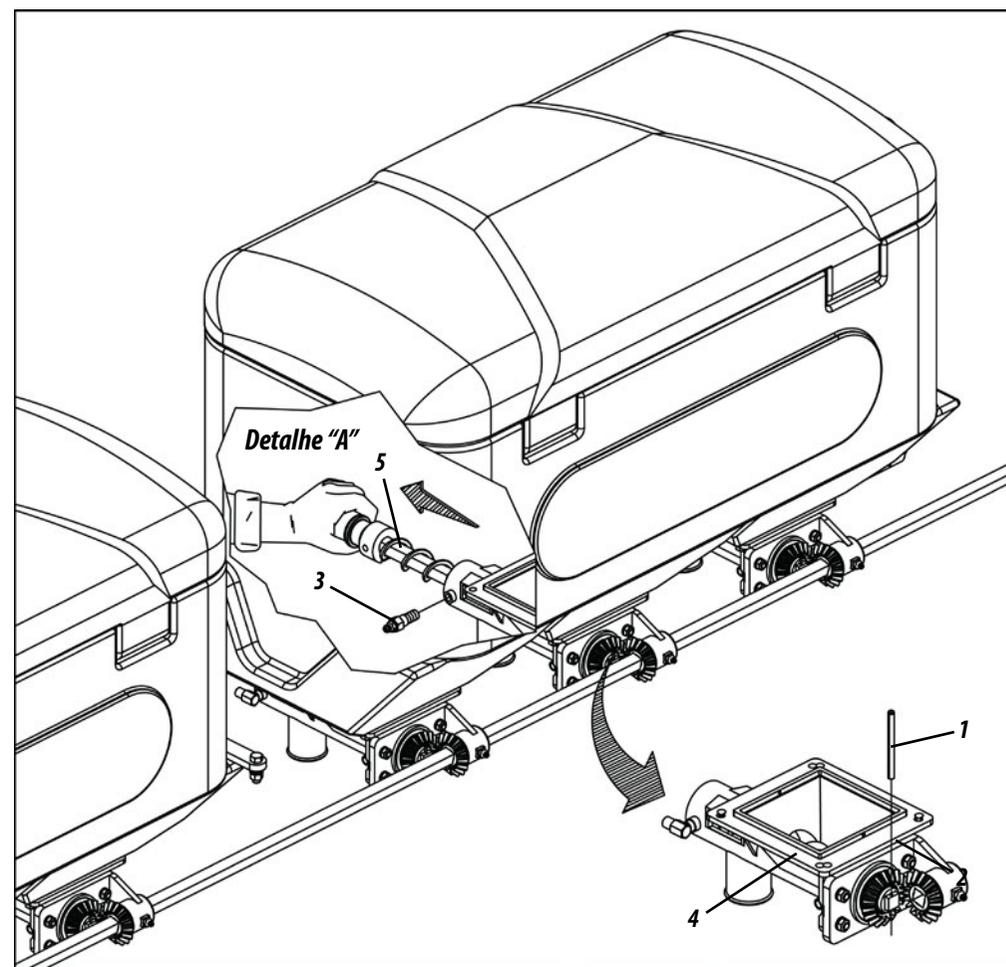

Figura 54
### LIMPEZA DO CONDUTOR TRANSVERSAL ( FIGURA 54 )
- 1- Tire o pino elástico (1) do eixo (2) e o parafuso (3) do canhão distribuidor (4). Em seguida, puxe o eixo (5) para trás, **conforme mostra o detalhe "A", figura 54.**